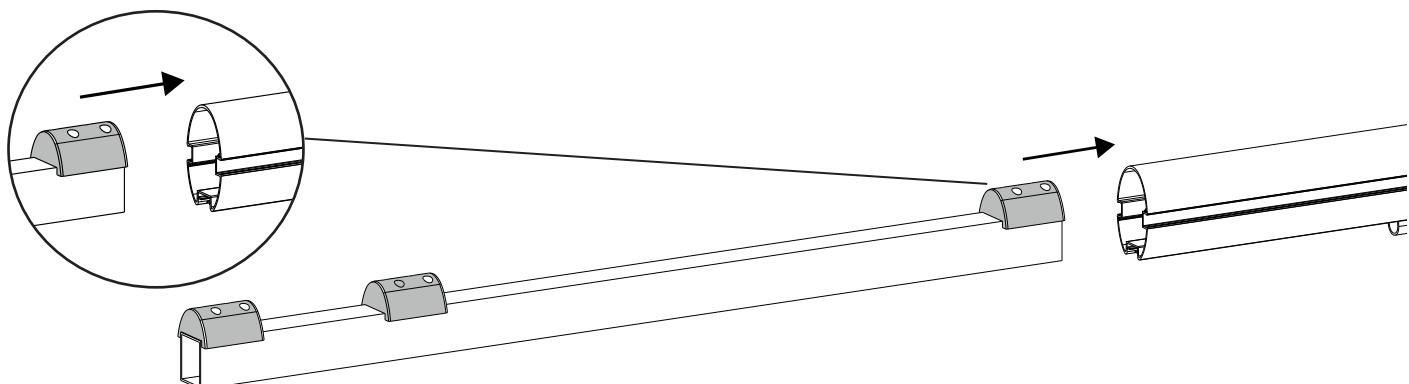

fig. 1
- 1_ Rimuovere eventuali residui di lavorazioni meccaniche (bave) o di colore dai 2 spezzone di asta, quindi inserire il rinforzo asta, se presente, all'estremità dell'attacco flangia (fig. A) del primo spezzone da 4 m, allineandolo al profilo dell'asta. Fissare il rinforzo all'asta utilizzano le viti in dotazione, rispettando le quote di fig. 1;
- 1_ Remove any residue caused by machining (burrs) or colour from the 2 bar lengths, insert the reinforcement, if present, onto the end of the flange connection (fig. A) of the first 4m length, aligning it with the bar profile. Fix the reinforcement to the bar using the screws supplied and complying with the measurements given in fig. 1;
- 1_ Entfernen Sie die eventuellen Rückstände der mechanischen Bearbeitung (Grate) oder Farbrückstände von den beiden Teilen der Stange, setzen Sie dann die Verstärkung falls vorhanden, in das Ende des Flansch-Anschlusses (Abb. A) des ersten Teils zu 4 m ein und richten Sie sie mit dem Profil der Stange aus. Befestigen Sie die Verstärkung der Stange mit den mitgelieferten Schrauben unter Beachtung der Quoten von Abb. 1.
- 1_ Enlever tout résidu d'usinage (bavures) ou de couleur des 2 tronçons de tige, puis insérer la tige de renfort, le cas échéant, à l'extrême du raccord de bride (fig. A) du premier tronçon de 4 m, en alignant le profil de la tige. Fixer le renfort à la tige en utilisant les vis fournies et en respectant les cotes de la fig. 1 ;
- 1_ Elimine los residuos de mecanizaciones (rebabas) o de pintura de las 2 secciones del asta, entonces introduzca el refuerzo del asta, si estuviera presente, en el extremo de enganche brida (fig. A) de la primera sección de 4 m, alineándolo con el perfil del asta. Fije el refuerzo al asta utilizando los tornillos entregados, respetando las medidas de la fig. 1;
- 1_ Remover eventuais resíduos de processamentos mecânicos (rebarbas) ou de tinta das duas partes da haste e, em seguida, inserir o reforço da haste, se presente, na extremidade do encaixe flange (fig. A) da primeira parte de 4 m, alinhando-o com o perfil da haste. Fixar o reforço da haste utilizando os parafusos fornecidos e respeitando as posições da fig. 1.